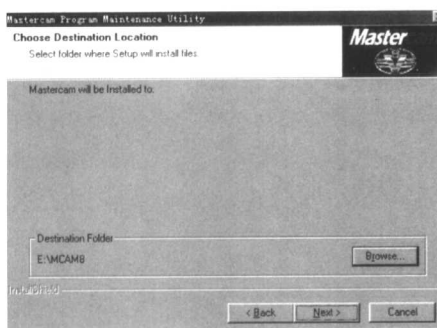

图 1-5
4) 如图 1-5 所示。在 Destination Folder (目标子目录) 选 **Browse...** (浏览), 可选择安装的根目录/子目录地址, 设置好后单击 **Next >** (下一步)。